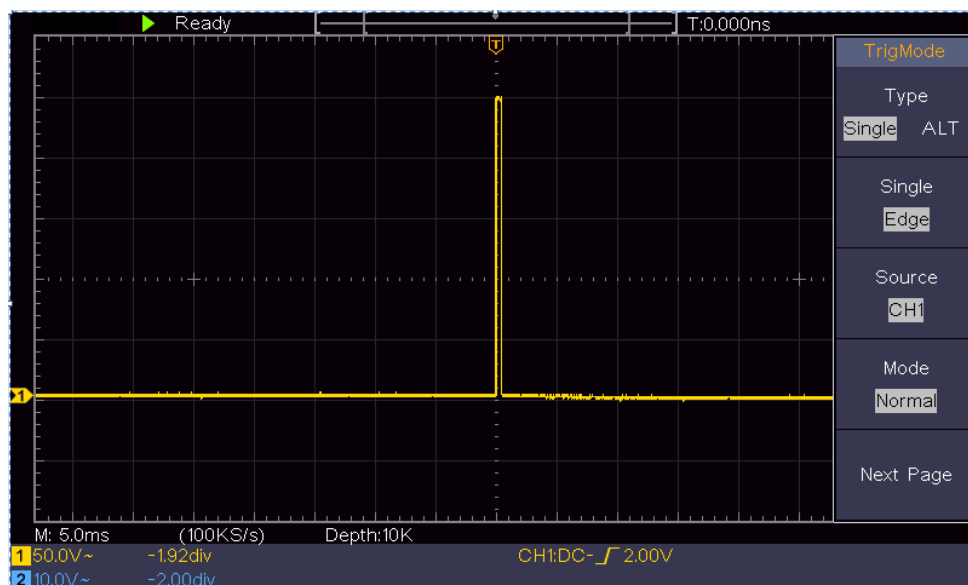

Abbildung 0-3 Erfassen eines einzelnen Signals
- (2) Stellen Sie die Knöpfe **Vertikale Skala** und **Horizontale Skala** ein, um einen geeigneten vertikalen und horizontalen Bereich für das zu beobachtende Signal einzustellen.
- (3) Drücken Sie die Taste **Acquire**, um das rechte Menü anzuzeigen.
- (4) Wählen Sie im rechten Menü **Erfassung** als **Spitzenwert**.
- (5) Drücken Sie die Taste **Trigger Menu**, um das rechte Menü anzuzeigen.
- (6) Wählen Sie im rechten Menü **Typ** als **einzeln**.
- (7) Wählen Sie im rechten Menü die Option **Einzeln** als **Flanke**.
- (8) Wählen Sie im rechten Menü **Quelle** als **CH1**.
- (9) Drücken Sie im rechten Menü auf **Nächste Seite**, wählen Sie **Kopplung** als **DC**.
- (10) Wählen Sie im rechten Menü **Flanke** als ( steigend).
- (11) Drehen Sie den **Trigger** Level-Regler und stellen Sie den Triggerpegel auf etwa 50 % des zu messenden Signals ein.
- (12) Überprüfen Sie die Triggerstatusanzeige oben auf dem Bildschirm. Wenn sie nicht bereit ist, drücken Sie die Taste **Run/Stop** und beginnen Sie mit der Erfassung, warten Sie auf den Trigger. Wenn ein Signal den eingestellten Triggerpegel erreicht, wird eine Abtastung durchgeführt und auf dem Bildschirm angezeigt. Auf diese Weise kann ein zufälliger Impuls leicht erfasst werden. Wenn wir zum Beispiel einen Grat mit hoher Amplitude finden wollen, stellen wir den Triggerpegel auf einen etwas höheren Wert als den durchschnittlichen Signalpegel ein, drücken die Run/Stop-Taste und warten auf einen Trigger. Sobald ein Grat auftritt, löst das Gerät automatisch aus und zeichnet die Wellenform im Zeitraum um die Triggerzeit auf. Durch Drehen des Drehknopfes **Horizontal Position** im horizontalen Bedienfeld können Sie die horizontale Triggerposition ändern, um eine negative Verzögerung zu erhalten, die eine einfache Beobachtung der Wellenform vor dem Auftreten des Grats ermöglicht (siehe *Abbildung 0-3*).